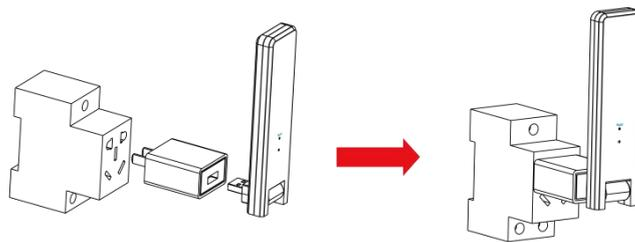

Figura 1
(3) Instalação do DTU
a. Conecte o DTU ao adaptador e conecte-o à tomada da parede. (Figura 1)